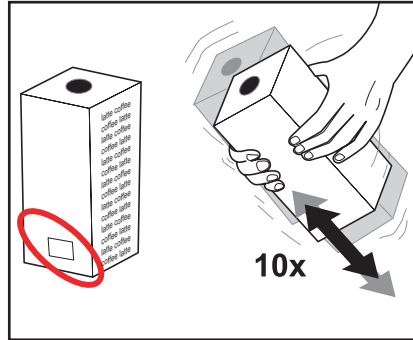

Fig. 2
- Veuillez observer la durée limite de conservation imprimée sur le conditionnement (fig. 2).
2. Secouez les packs de produit décongelés au moins 10 fois avant de les placer dans le distributeur (fig. 2).